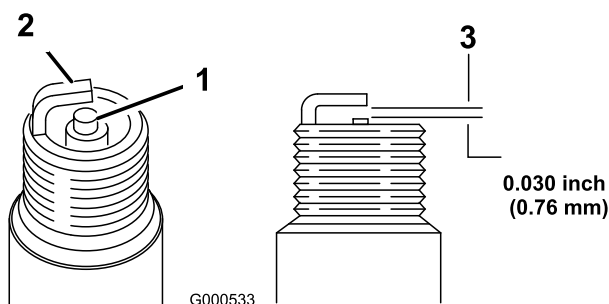

Figure 18
5. Réglez l'écartement de la bougie sur 0.76 mm (0,036 po) (Figure 18).